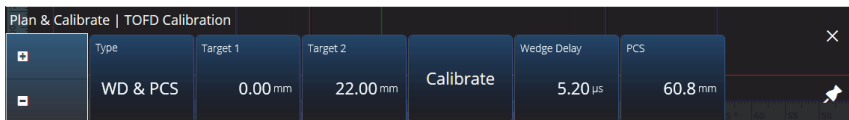

图 4-9 TOFD 校准 — 楔块延迟和探头中心距离
在 **TOFD Calibration**（TOFD 校准）选项卡中，您可以校准 TOFD 组，使光标读数转换为深度，而不是时间。这个操作通常在分析过程中进行，但也可以在分析之前进行。TOFD 校准有一个简化的过程，并且可在校准向导之外完成。要访问 **TOFD Calibration**（TOFD 校准）选项，需进入 **Plan & Calibrate**（计划 & 校准）> **TOFD Calibration**（TOFD 校准）（参见第 178 页的图 4-9 和第 178 页的表 81）。
1. 选择校准类型（参见第 178 页的图 4-9 和第 178 页的表 81）。